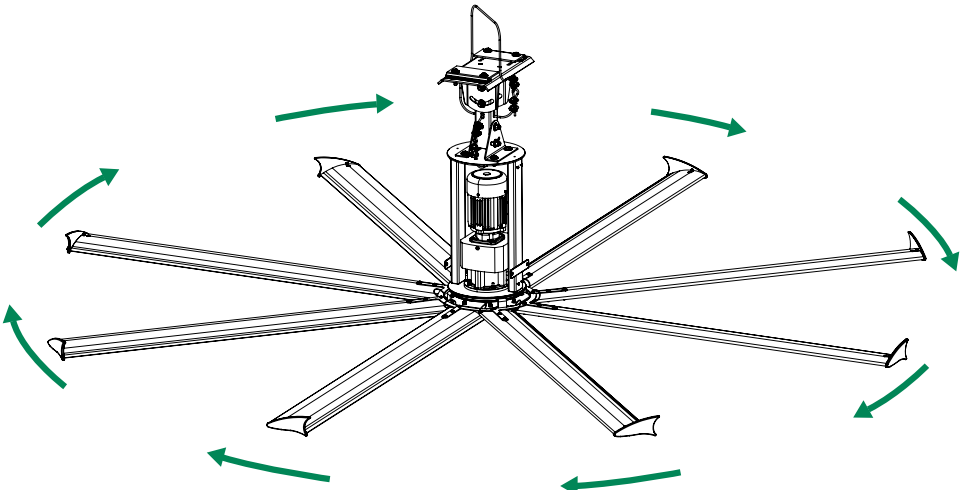

Fig. 21.1
**21.7** Verifique la rotación apropiada del ventilador. El giro debe ser en sentido opuesto de las manecillas del reloj, cuando se observa desde el suelo (Fig. 21.1).